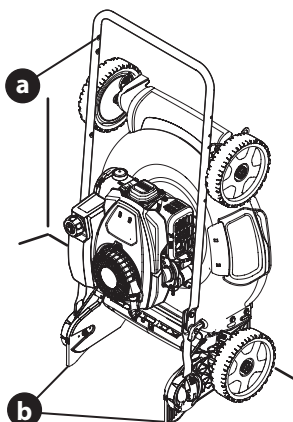

Figure 21
6. Tenez le guidon (a) et relevez la tondeuse pour qu'elle repose sur ses roues arrière et sur les supports du guidon (b). Voir Figure 21.
2. Pour déployer le guidon, déverrouillez les deux leviers (voir l'encadré de la Figure 21) et suivez les étapes 5 à 8 de la section Guidon rabattable (rangement vertical) à la page 9 du chapitre Assemblage.